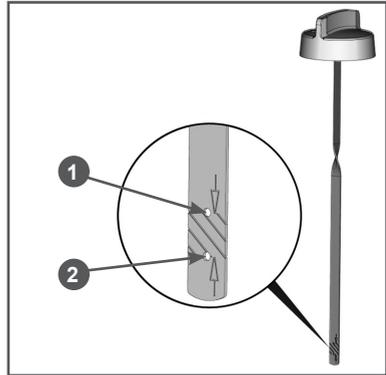

Рис. 19 Крышка-щуп маслозаливной горловины
9. Подождите 1 минуту, совместите выступы на крышке-щупе и пазы на маслозаливной горловине, установите крышку-щуп в отверстие маслозаливной горловины. Затем аккуратно вытащите щуп и осмотрите его. Уровень масла должен соответствовать верхней отметке 1 на щупе (Рис. 19).